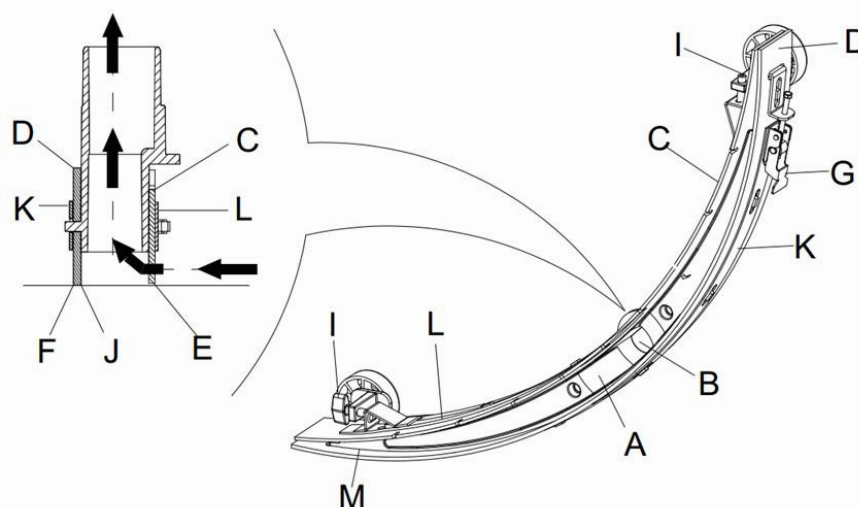
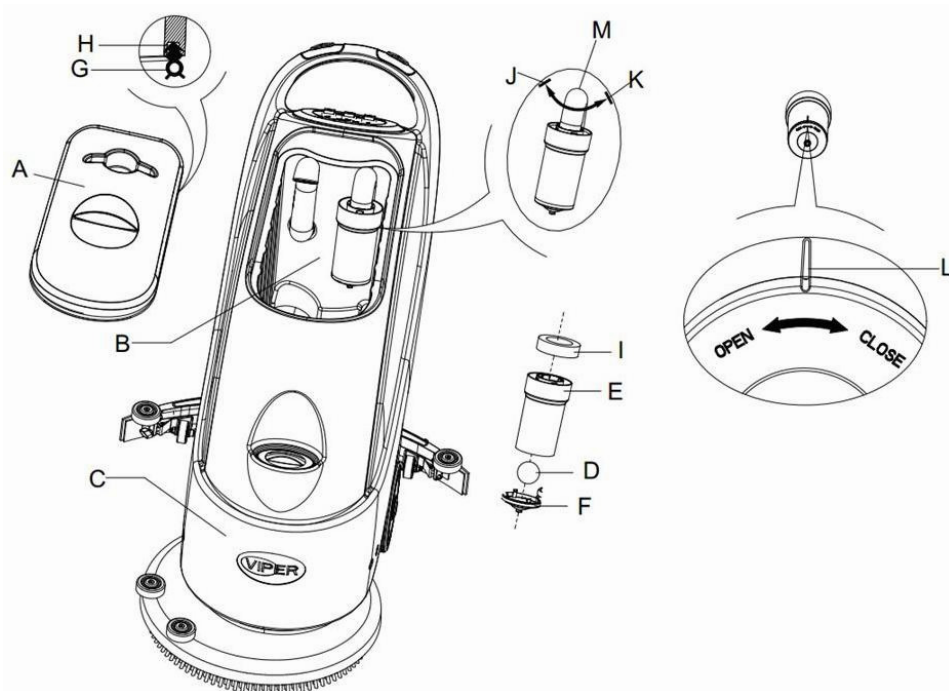

Figura 15
Figura 16
2. Premere l'interruttore (41) in posizione "O" per spegnere l'apparecchio.
3. Svitare il pomo di fissaggio (16) del tergipavimento; staccare il connettore che collega il tubo di drenaggio del tergipavimento, e staccare il tergipavimento.
4. Usare la manopola di sollevamento del tergipavimento (14) per sollevare il telaio di supporto del tergipavimento.
5. Pulire il tergipavimento (**Figura 15**). Pulire in particolare la scanalatura (**A**, **Figura 15**) e rimuovere sporcizia e frammenti dal tubo di aspirazione. Verificare che la lama frontale del tergipavimento (C) e la lama posteriore del tergipavimento (D) siano intatte, e se ci sono bordi incrinati o fessure. Cambiarli se necessario (fare riferimento ai passi nella sezione successiva).
1. Seguire le modalità riportate nella sezione precedente per pulire il tergipavimento (**Figura 15**).
2. Verificare il bordo (**E**, **Figura 15**) della lama frontale del tergipavimento e il bordo (F) della lama posteriore del tergipavimento (D). Lungo l'intera lunghezza, dovrebbero essere allo stesso livello. Altrimenti, regolarne le altezze attraverso la seguente procedura.
- Aprire il gancio (G) per far sì che la lama posteriore (D) si stacchi dal supporto (M) per la regolazione della posizione del tergipavimento. Quindi bloccare di nuovo il gancio.
- Allentare la manopola (I) per regolare la lama anteriore (C); stringerla dopo la regolazione.
3. Verificare se la lama frontale (C) e la lama posteriore del tergipavimento (D) sono intatte e se vi sono incrinature o fessure. Se necessario, cambiarle nel seguente modo. Verificare se il bordo frontale della lama posteriore (J) è usurato. Se usurato, può essere installato capovolto (il bordo
3. Aprire il coperchio del serbatoio di raccolta (A, Figura 15), e togliere il galleggiante (36) dal serbatoio di raccolta.
4. Usare acqua pulita per sciacquare il coperchio del serbatoio di raccolta (A), il serbatoio (B e C), e il telaio di supporto del filtro (E). Per mezzo del tubo di drenaggio (16), far uscire l'acqua dal serbatoio di raccolta.
5. Se necessario, seguendo i simboli "Aperto" e "Chiuso" come indicato nella Figura 16, aprire il serbatoio sul fondo (F) del filtro e pulire il galleggiante (D), il telaio di supporto del filtro (E), e il filtro di spugna (I). Dopo la pulitura, fissare il galleggiante al telaio di supporto del filtro (E), e poi allineare la scanalatura (L) del coperchio del fondo (F) del filtro galleggiante con la scanalatura (L) del telaio di supporto del filtro (E). Avvitare strettamente il coperchio (F) del filtro del galleggiante, e fissare il filtro di spugna (I) al telaio di supporto del filtro (E), e quindi al tubo di aspirazione (M).
- Verificare l'efficacia della guarnizione di chiusura (G) del serbatoio di raccolta.
Se necessario, la guarnizione di chiusura del serbatoio di raccolta (G) può essere estratta dalla scanalatura (H) e sostituita. Nell'assemblare un nuovo serbatoio di raccolta, come mostrato nella **Figura 16** sotto, installare il connettore nella sezione mediana della parte posteriore.
- Verificare che la superficie di inserimento della guarnizione di chiusura (G) sia intatta e la sigillatura sia efficace.
- Chiudere il coperchio del serbatoio di raccolta (A).